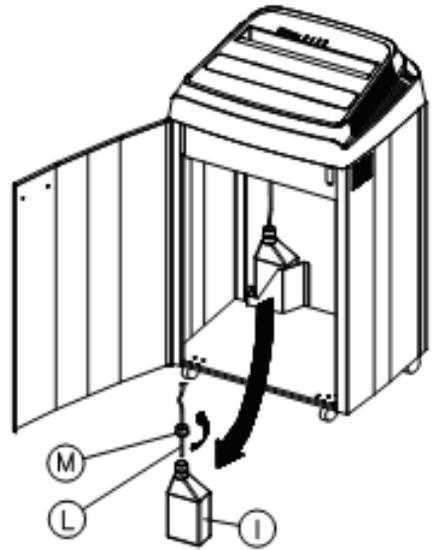
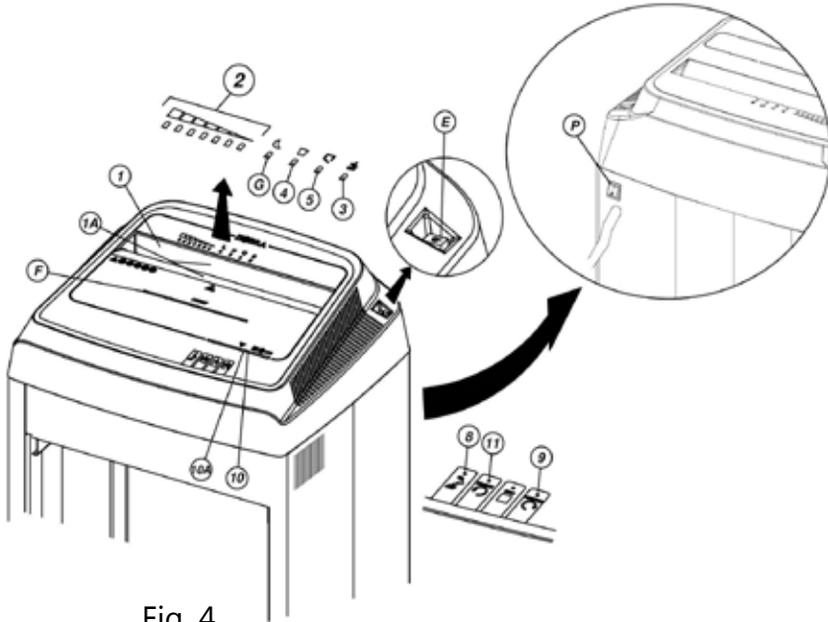

Fig. 2
Fig. 4
UTILISATION DE L'APPAREIL FIG.4
DESTRUCTION DE FEUILLES SIMPLES FIG.4
Dévisser le bouchon scellé du réservoir d'huile (I) et le jeter. Y introduire le tube d'huile (L) et serrer à fond le bouchon (M) de la façon indiquée dans la figure 2.
Après avoir débranché l'appareil, appuyer sur l'interrupteur ON/OFF (E) fig.4. La barre lumineuse (F) fig.4 s'allume et l'appareil est prêt à fonctionner.
Durant les premières minutes de marche, le voyant lumineux (8) fig.4 pourrait clignoter, car le tube d'émission d'huile n'est pas encore complètement plein. Pour accélérer le remplissage et éteindre le voyant OIL (8) faire marcher l'appareil à vide pendant 3/4 minutes en tenant la touche FORWARD (9) fig.4 appuyée.
L'absence d'huile dans le réservoir est signalée par le voyant clignotant OIL (8) fig.4.
REMPLACEMENT DU RESERVOIR D'HUILE FIG.2
ATTENTION !!! Durant les premières minutes de marche, le voyant lumineux (8) fig.4 pourrait continuer à clignoter après le remplacement du réservoir d'huile (I), car le tube d'émission d'huile n'est pas encore complètement plein. Pour accélérer le remplissage, faire marcher l'appareil à vide pendant au moins ¾ minutes ou tenir la touche FORWARD (9) appuyée.
Il est toutefois préférable de contrôler périodiquement la quantité d'huile présente dans le réservoir (I) fig.2. L'absence d'huile dans le réservoir est signalée par un voyant lumineux (8) fig.4.
FONCTIONNEMENT fig.4